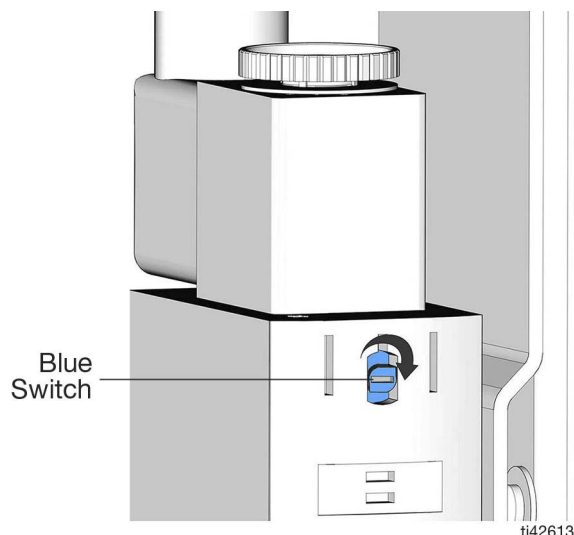

FIG. 9: Posición de control manual
1. Inserte un destornillador pequeño de punta plana en la ranura del tornillo del interruptor de control manual azul (Fig. 9).